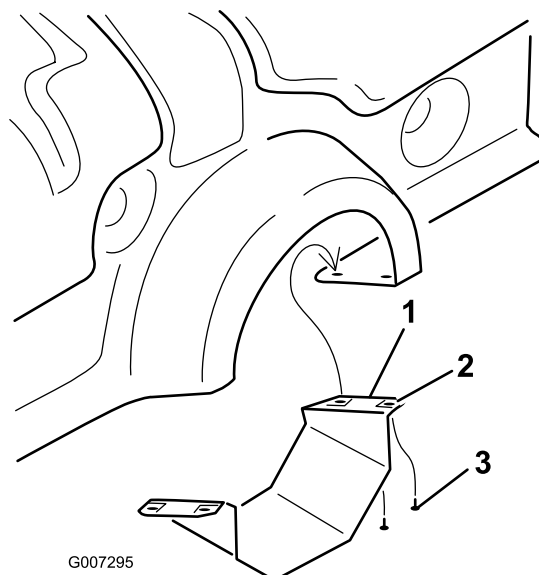

図 10
- プロコア 864 では、下 PTO シールドを外す 図10。